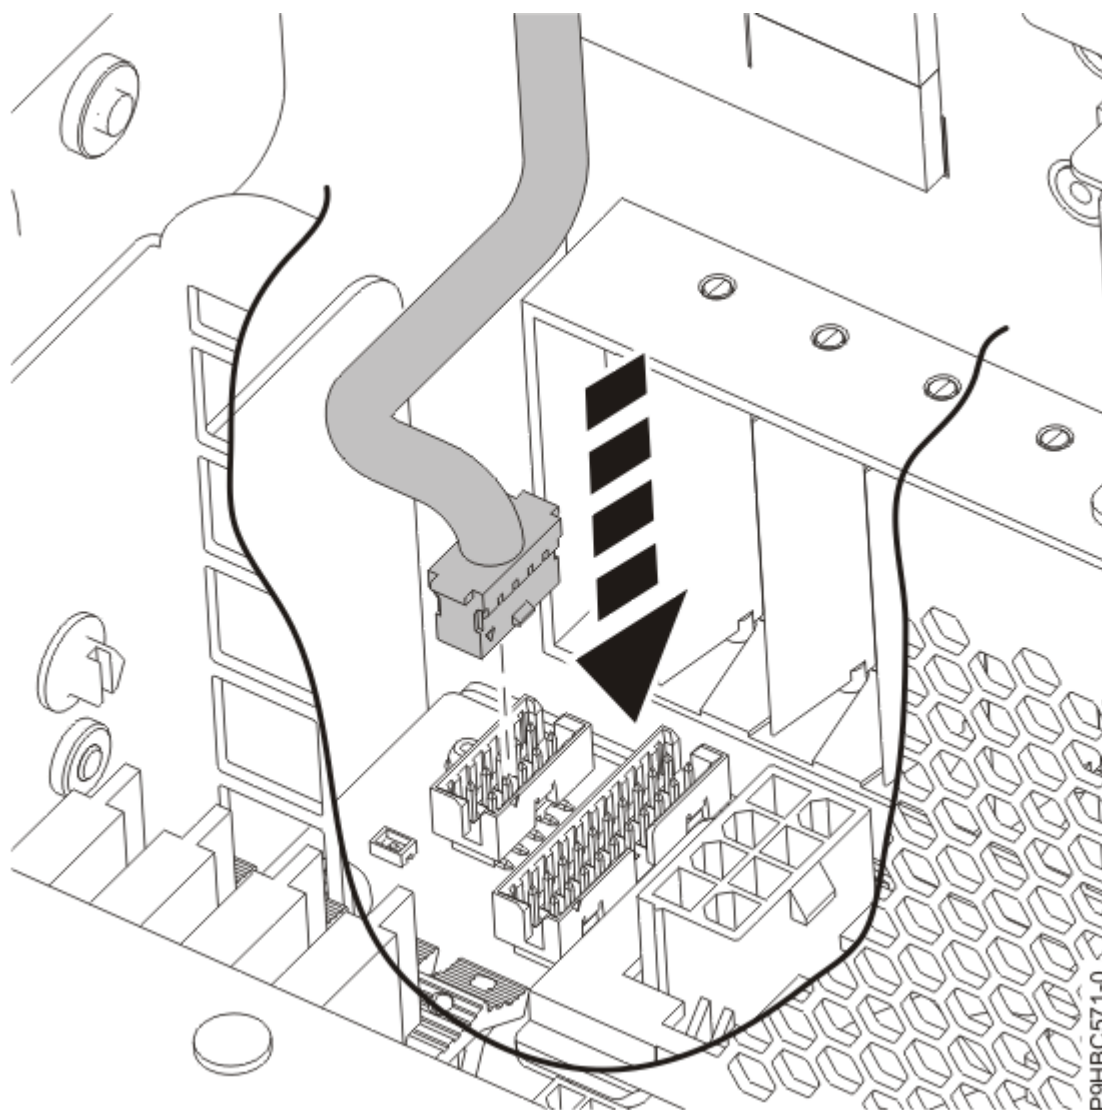

Figure 124. Connexion du câble d'écran du panneau de commande au fond de panier système pour un système monté en armoire
5. Connectez le câble d'écran du panneau de commande au fond de panier système, comme illustré à la Figure 124, à la page 131.